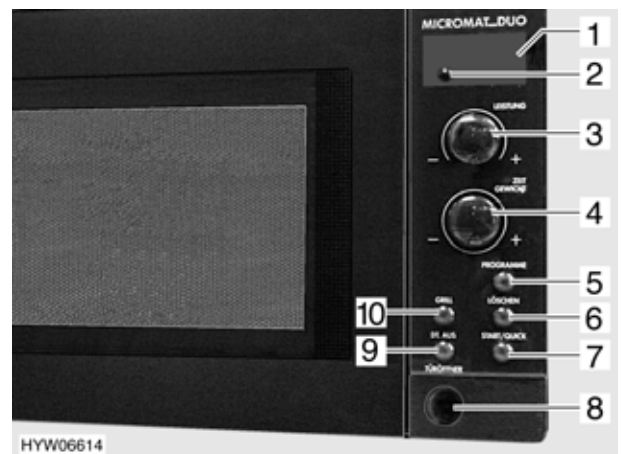

Bild 117 Bedienelemente für Mikrowellengerät
- Taste zum Öffnen der Tür (Bild 117,8) drücken und Lebensmittel in den Garraum stellen.
- Am Drehregler (Bild 117,3) Leistung wählen.
- Am Drehregler (Bild 117,4) Garzeit wählen.